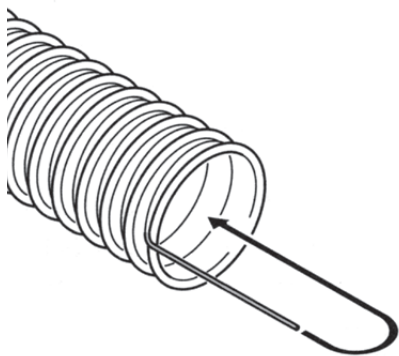

Fig. 12 Dénudage des torons de mise à la terre et pliage vers l'intérieur du tuyau
- ▶ Dénuder les torons de mise à la terre des extrémités de tous les tuyaux sur une longueur d'env. 5 cm et les courber vers l'intérieur du tuyau – Fig.12.